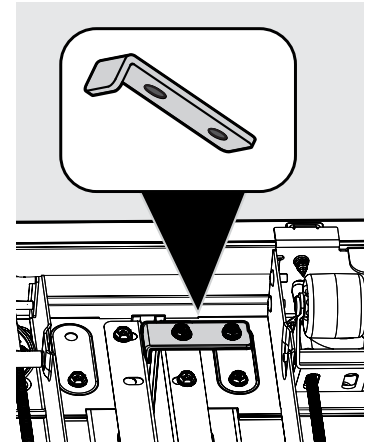

Fig. 8
4. Avec le réfrigérateur toujours sur le dos, utilisez un tourne-écrou  $\frac{5}{16}$  po pour retirer deux boulons 4H et fixez la barre en L 10H (Fig. 8).